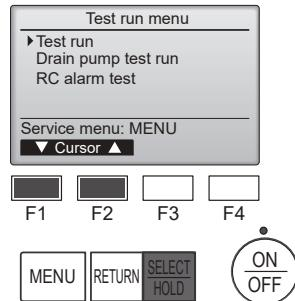

Fig. 8-2
- ② Dans le Menu essai de fonctionnement, sélectionnez "Test run" (Test fonctions) puis appuyez sur la touche [SELECT/HOLD] (SÉLECTION/EN ATTENTE). (Fig. 8-2)
- ③ L'essai de fonctionnement démarre et l'écran Test fonctions s'affiche.